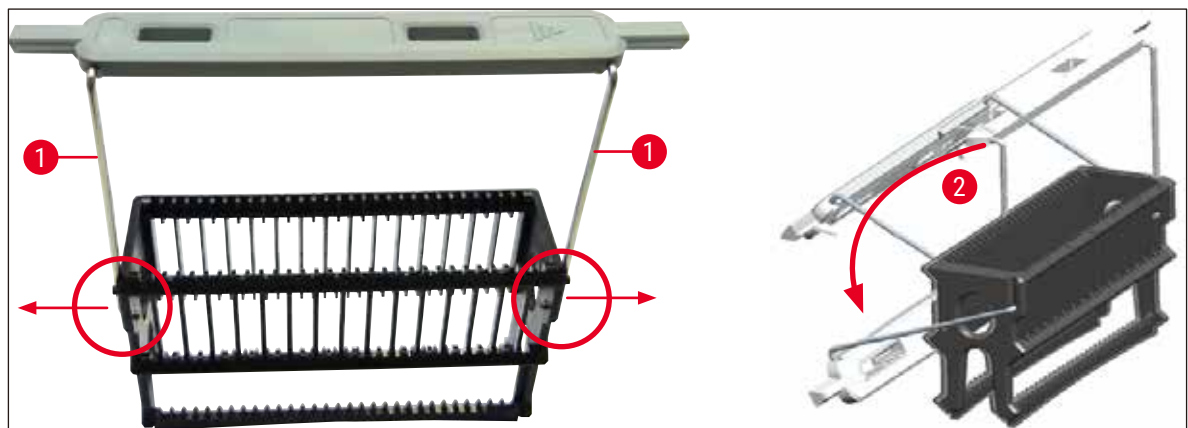

図 69
- ハンドルがラックの真上に位置していることを確認します (→ 図 69)。